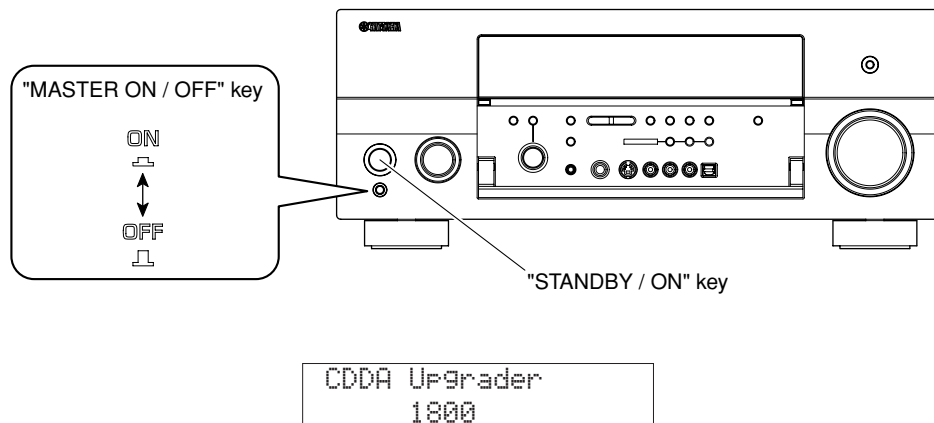

Fig. 2
| <ol style="list-style-type: none"> 2. Reconnect the power cable of DVD/CD player to the AC outlet. 3. Press the "MASTER ON/OFF" key of the main unit to set it to the ON state. (Fig. 2) 4. While pressing the "STANDBY/ON" key of the main unit, connect the power cable of the main unit to the AC outlet. (Fig. 2) | <ol style="list-style-type: none"> 2. DVD/CDプレーヤーの電源コードをACコンセントに接続します。 3. 本機の"MASTER ON/OFF"キーを押して、ONの状態にします。(Fig. 2) 4. 本機の"STANDBY/ON"キーを押しながら、本機の電源コードをACコンセントに接続します。(Fig. 2) |
- <CDDA Upgrader 1800> is displayed. (Fig. 2)